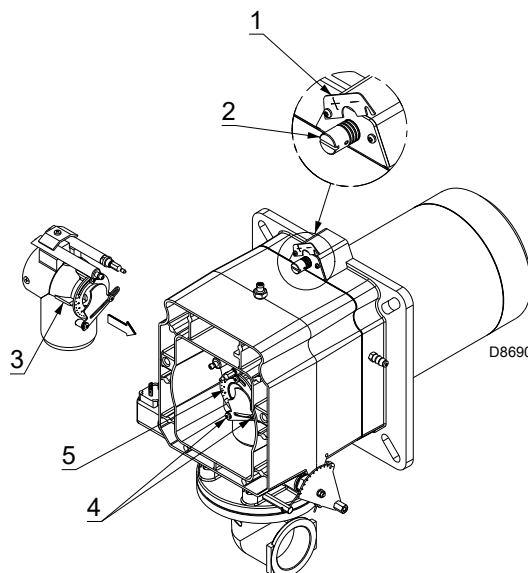

图 17
- 旋转螺丝 2)(图 17) 直至刻槽与法兰前表面 1) 对齐。
为了便于调节，可先拧松螺丝 3)(图 17)，设定好后，重新在原位拧紧螺丝。
- 拧松螺丝 4)，旋转环形螺母 5)(图 17)，直至刻槽与指针 3) 对齐；